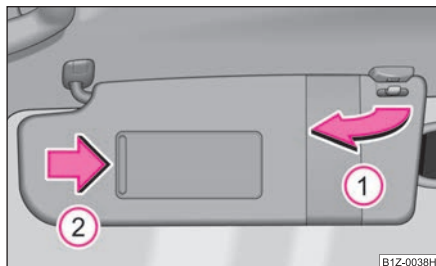

Fig. 50 Parasol: girar
La visera parasol para el conductor o acompañante se puede extraer de la fijación y girarla hacia la puerta en el sentido de la flecha ① ⇒ fig. 50.